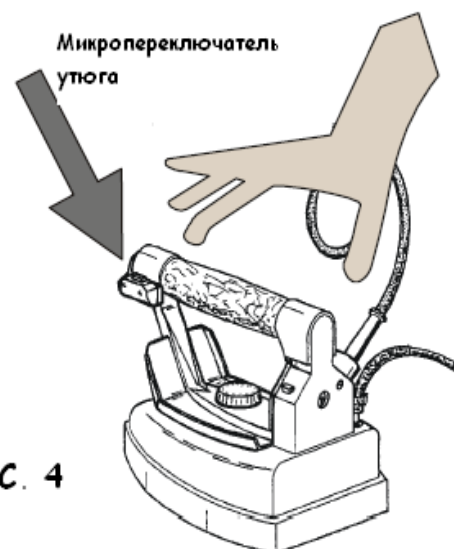

РИС. 4
5. Нажмите 3-4 раза на красную кнопку микропереключателя на утюге (рис.4), так что пар начал выходить: данная операция должна осуществляться для разогрева труб внутри утюга. Таким образом вы предотвращаете возникновение мелких капель конденсата внутри утюга. Регулировка пара обеспечивается поворотом по часовой или против вентилля электрклапана(рис.2).
1. переместите утюг на одежду, нажав микропереключатель для пара на утюге (рис.4). А для наилучшего результата, переключите термостат утюга в положение